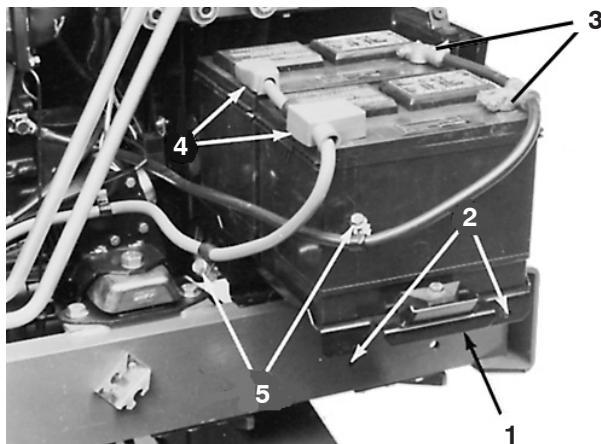

Bild 2
2. Nehmen Sie die Kopfschrauben ab, mit denen das Batteriefach befestigt ist, und schieben Sie das Fach heraus (Bild 2).
- Ziehen Sie das Minuskabel (-) von den Batterien ab (Bild 2). Schließen Sie ein 3 bis 4 Ampere Ladegerät an die Batteriepole an. Laden Sie die Batterie bei einer Rate von 3 bis 4 Ampere vier bis acht Stunden lang auf.